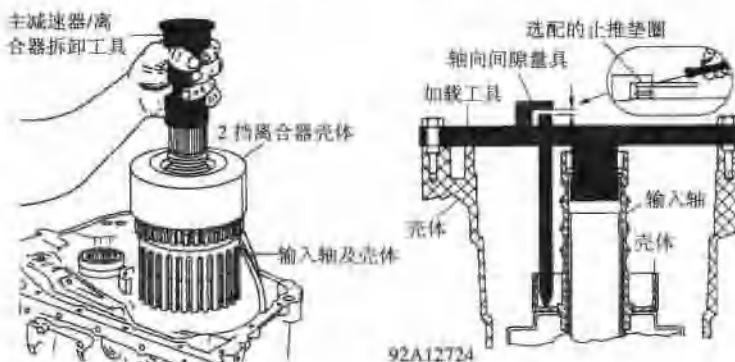

图4.62 输入离合器与2挡离合器总成的拆卸
- ① 如图4.62所示使用专用工具(J-3381)将2挡离合器(618)及输入轴离合器外壳(632)作为一个总成拆下。
- ② 调整主传动/离合器拆卸/安装器(J-33381)，确保螺杆完全松开，在离合器壳体总成内安装拆卸/安装器，拧紧螺杆直到螺杆指爪压紧。
- ③ 提升2挡离合器和输入离合器总成，提升拆卸/安装器，拆下输入离合器和2挡离合器总成、楔块离合器总成包括3挡离合器楔块外圈(653)、输入离合器楔块外圈(665)、3挡离合器楔块内圈(661)以及主动太阳轮(668)，再将整个总成放在工作台上，松开螺杆并拆下拆卸/安装器，提起2挡离合器壳体总成使其离开输入离合器壳体。